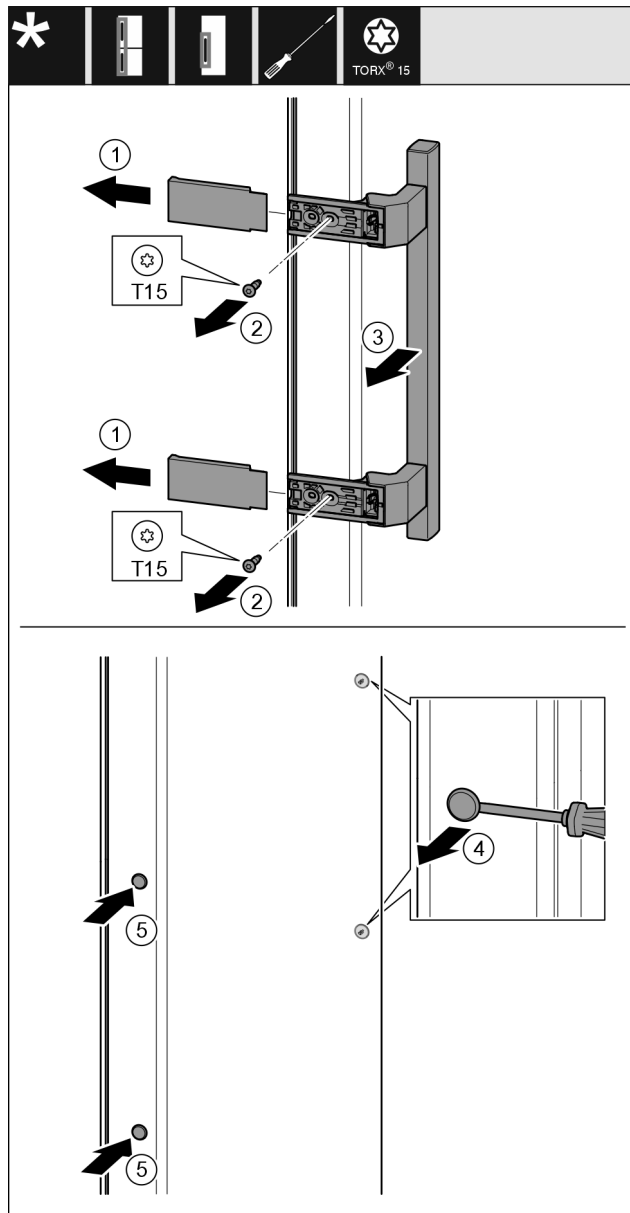

Fig. 34
- Retirer le cache Fig. 34 (1).
- Retirer les vis Fig. 34 (2) avec un tournevis.
- Retirer la poignée Fig. 34 (3).
- Soulever et retirer avec précaution le cache latéral Fig. 34 (4) avec un tournevis plat.
- Replacer le cache Fig. 34 (5) de l'autre côté.